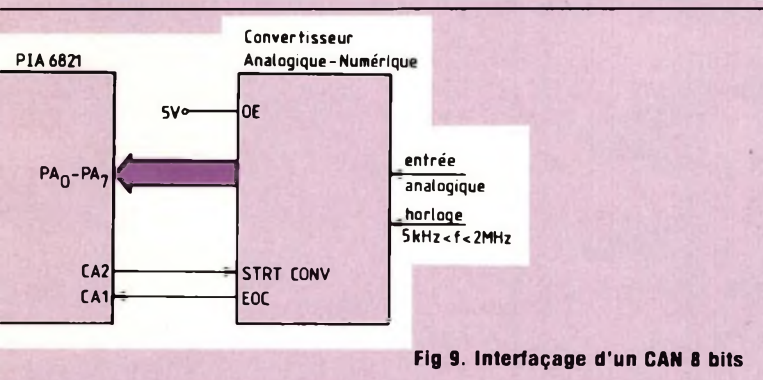

Fig 9. Interfaçage d'un CAN 8 bits
- Interfaçage d'un convertisseur analogique numérique (voir fig 9 et Led n°5).